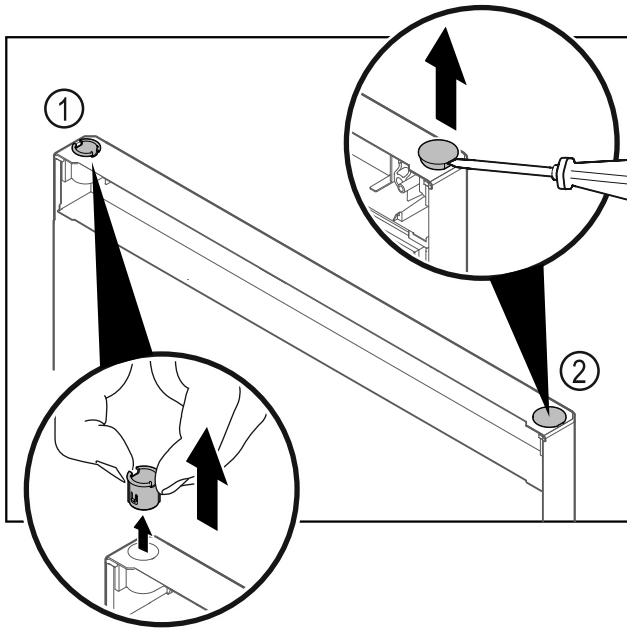

Fig. 7
- ▶ Пальцами вытяните шарнирную втулку Fig. 7 (1).
- ▶ Шлицевой отверткой осторожно подцепите и извлеките заглушку Fig. 7 (2).